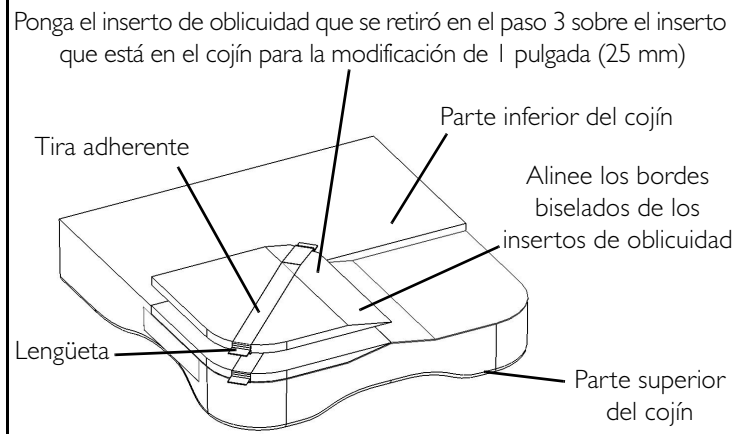

FIGURA 5 Modificación del cojín para adaptarlo a la oblicuidad
4. Alinee los bordes biselados en los insertos de oblicuidad tal como se muestra en el DETALLE "B" de la FIGURA 5.
5. Ponga el inserto de oblicuidad que se retiró en el paso 3 sobre el inserto que está en el cojín tal como se muestra en el DETALLE "B" de la FIGURA 5.